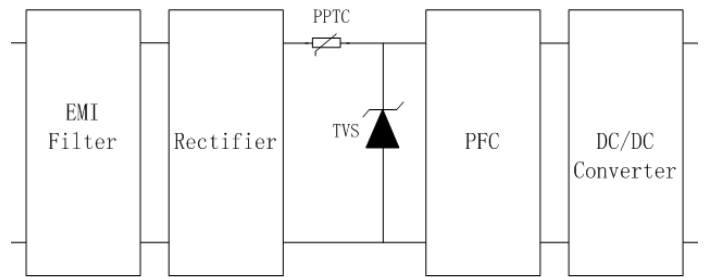

图3 AC转DC后防护电路示意图
2、在有交流经过整流后，后端直流电路中的芯片对过压和过流非常敏感，芯片易受损坏，如图 3 所示，经